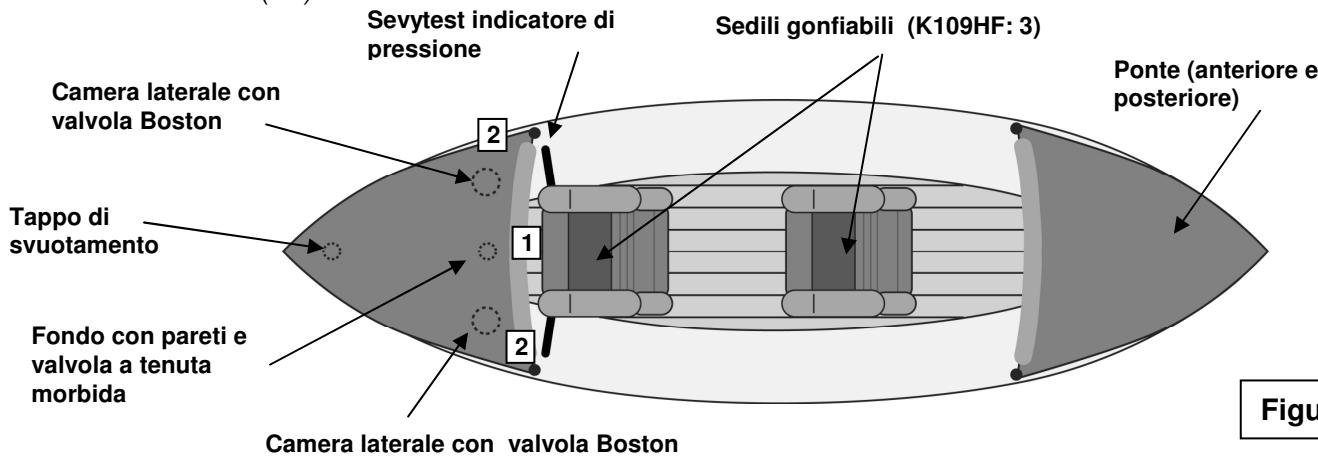

Figura 1
- a) Valvola(e) Boston (figura fronte) : sviti il cappuccio della valvola (1), avvitil il corpo della valvola (2) nella base della valvola (3) ; abbia cura che il cappuccio resti accessibile. Inserisca l'estremità del gonfiatore nella valvola e gonfi fino a raggiungere il livello di pressione raccomandato (vedere punto 3). Dopo il gonfiaggio, chiuda bene tutte le valvole con il loro cappuccio (nel senso delle lancette d'un orologio). **N.B.** : una leggera fuga d'aria prima della chiusura è normale, **solo il cappuccio della valvole assicura la TENUTA STAGNA.**
2. Gonfiare il prodotto secondo l'ordine di gonfiamento indicato sulla targa di immatricolazione stampata sul prodotto (vedere anche la figura 1, la numerazione delle valvole).